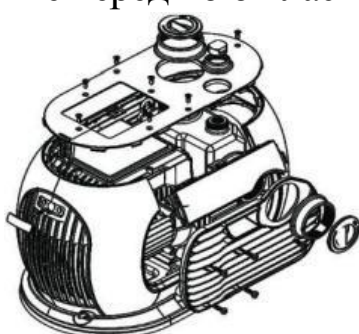

Рисунок 8
2. С помощью отвертки открутите 5 винтов с левой средней части кожуха и аккуратно снимите левую среднюю и левую верхнюю части кожуха (смотрите рисунок 8 ниже).